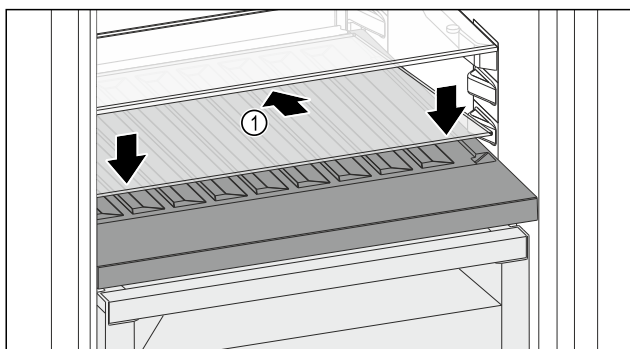

Fig. 129
- Skleněnou desku Fig. 129 (1) zasuňte šikmo a skloněnou dozadu dolů.
- Skleněnou desku Fig. 129 (1) vpředu spus'tte dolů.